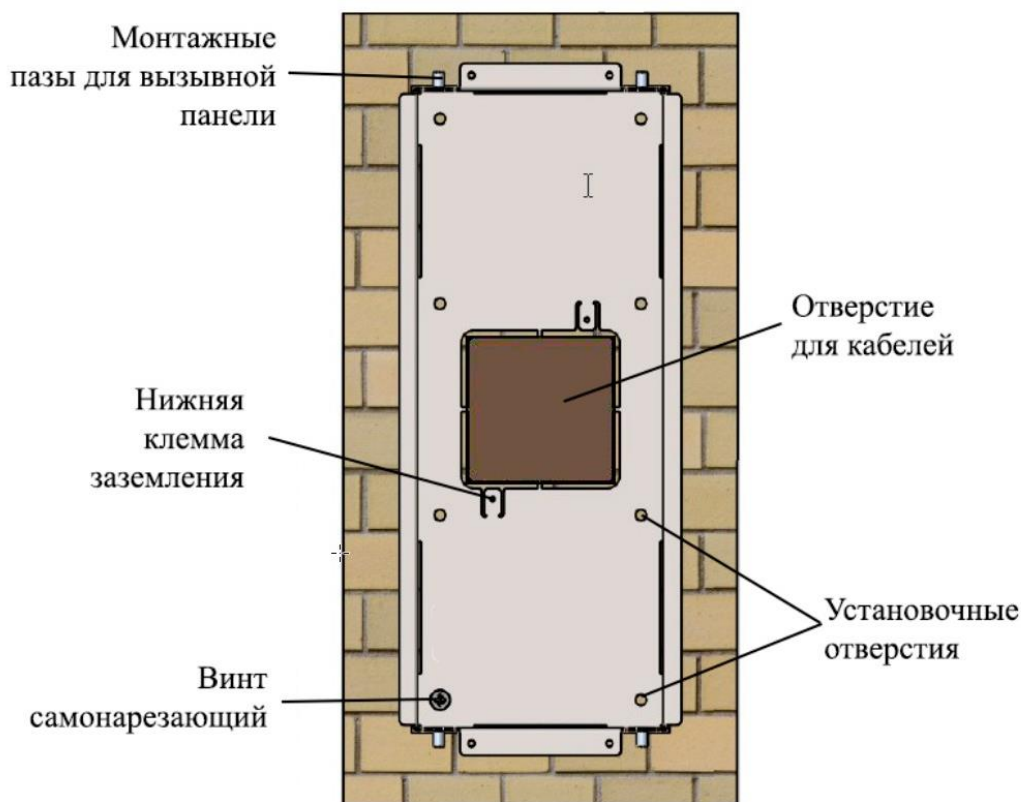

Рисунок 6 – Установка крепления в стену
- 2.3.3. Просверлить установочные отверстия глубиной **30 мм** и диаметром **6 мм**, установить в них дюбели. Установить и прикрутить крепление самонарезающими винтами (рисунок 6).
- 2.4.1. Аккуратно проложить провода через крепление, отогнуть нижнюю клемму (рисунок 6) и подключить к ней провода заземления с помощью наконечника из комплекта поставки.